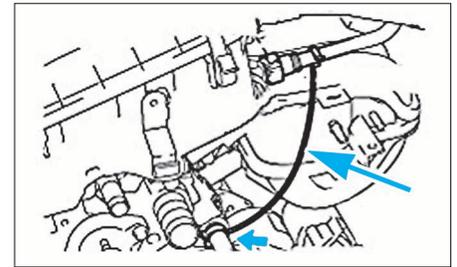

FIG. 59
- Décliper le fil de terre (Fig.59).